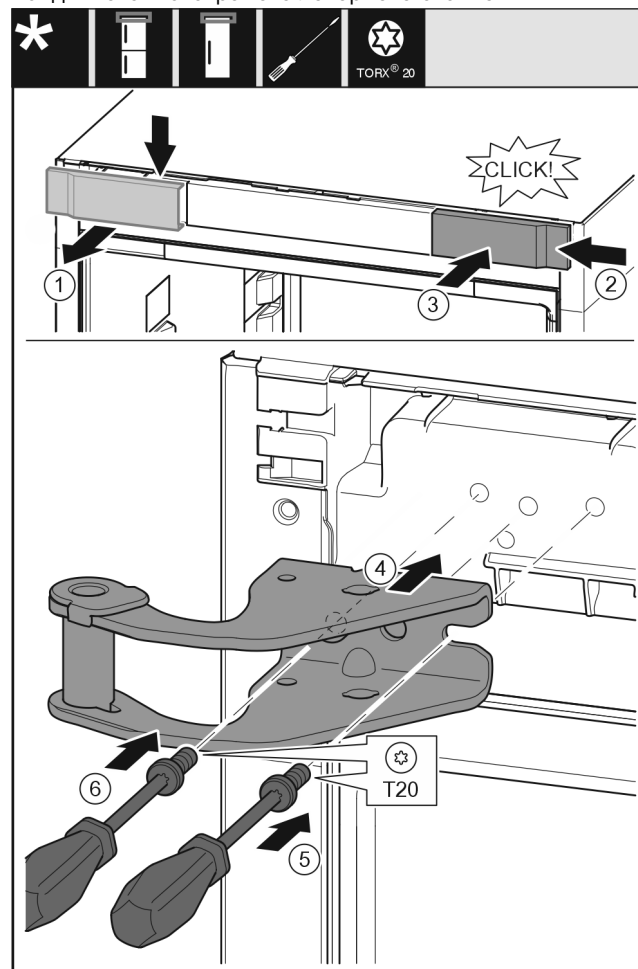

Fig. 11
- ▶ Свалете капака Fig. 11 (1) от горе напред.
- ▶ Закачете капака Fig. 11 (2), завъртян на 180°, от другата страна отъдно.
- ▶ Фиксирайте капака Fig. 11 (3).
- ▶ Поставете горната лагерна стойка Fig. 11 (4).
- ▶ С отвертка поставете винта Fig. 11 (5) и го затегнете.
- ▶ С отвертка поставете винта Fig. 11 (6) и го затегнете.